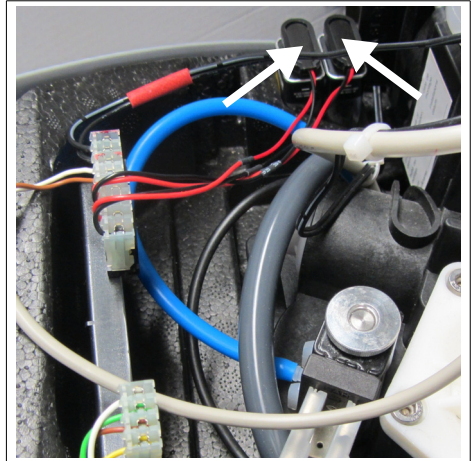

Abb. 23: Blockbatterien des Safety-Moduls
- Abdeckhaube vorsichtig abnehmen. Die beiden Blockbatterien befinden sich hinten links (siehe Abb. 23).